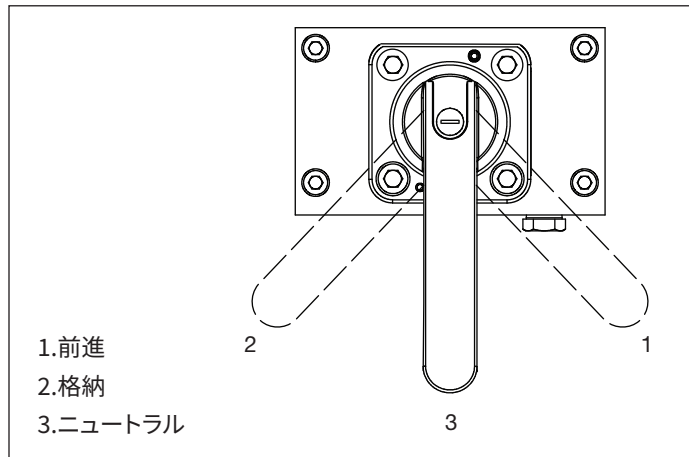
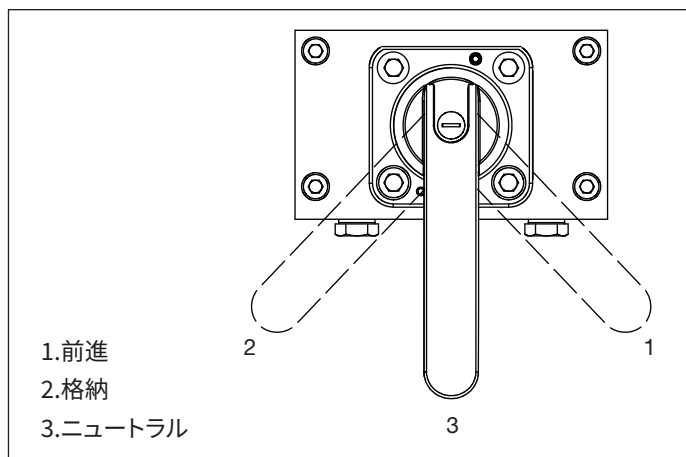
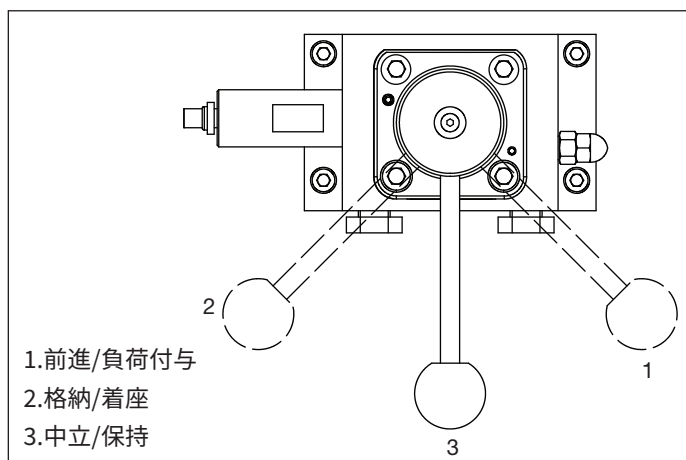

図7:VM33制御バルブの位置
図8:VM43制御バルブの位置
図9:VM43LPS制御バルブの位置
ZCシリーズの各コードレス電動ポンプには制御バルブが装備されています。制御バルブは、ポンプ前面にあるロータリーレバーで操作します。制御バルブの位置については、図7、図8、図9を参照してください。
- 制御バルブのハンドルをニュートラル位置(「3」)へ回します。バルブハンドルの位置については、図7と図8を参照してください。
- 制御バルブのハンドルをニュートラル/ホールド位置へ回します。バルブハンドルの位置については、図9を参照してください。